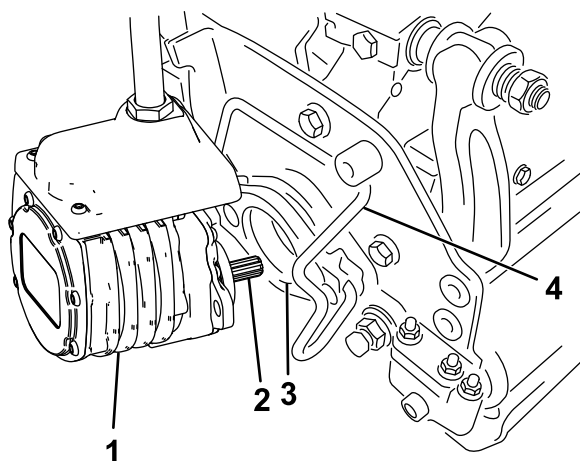

**Рисунок 34**
- Нанесите на зубчатый вал электродвигателя режущего блока чистую консистентную смазку (Рисунок 34).
- Вставьте электродвигатель в левую сторону режущего блока (если смотреть со стороны оператора) и вытягивайте фиксатор электродвигателя на режущем блоке в сторону электродвигателя до тех пор, пока не раздастся щелчок с обеих сторон электродвигателя. (Рисунок 34).